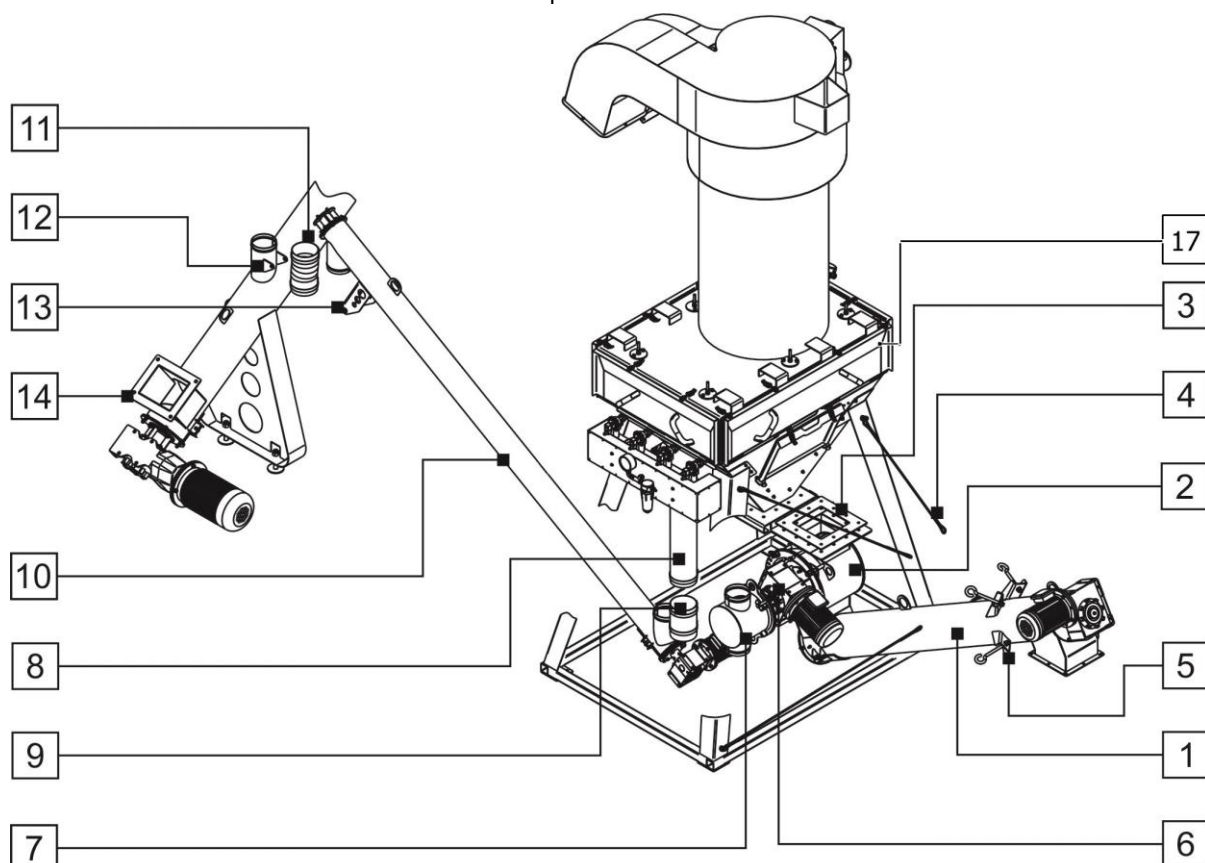

Рис. 10.а
Агрегат выдачи минерального порошка (Рис. 10.а) состоит из: винтового конвейера (1) к корпусу которого приварен шлюзовой затвор (2) БГ-20. Данная сборка крепится к нижней части рассеивателя посредством фланца (3) и четырех вант (4), для натяжения которых служат крюки (5). Мотор-редуктор (6) шлюзового затвора (2) так же является приводом ячейкового ротора шлюзового затвора «крупки» (7). Частицы, отсеянные на поверхности сита, покидают корпус рассеивателя (17) и по рукаву (8) поступают в шлюзовой затвор (7), далее в винтовой конвейер (10), через эластичный рукав (9). Винтовой конвейер (10) опирается кронштейном (13) на патрубок (12) и соединен с ним эластичным рукавом (11). Попав в корпус конвейера-питателя (14) «крупка» отправляется в монокорпус изделия для повторного измельчения вместе с основной массой сырья.